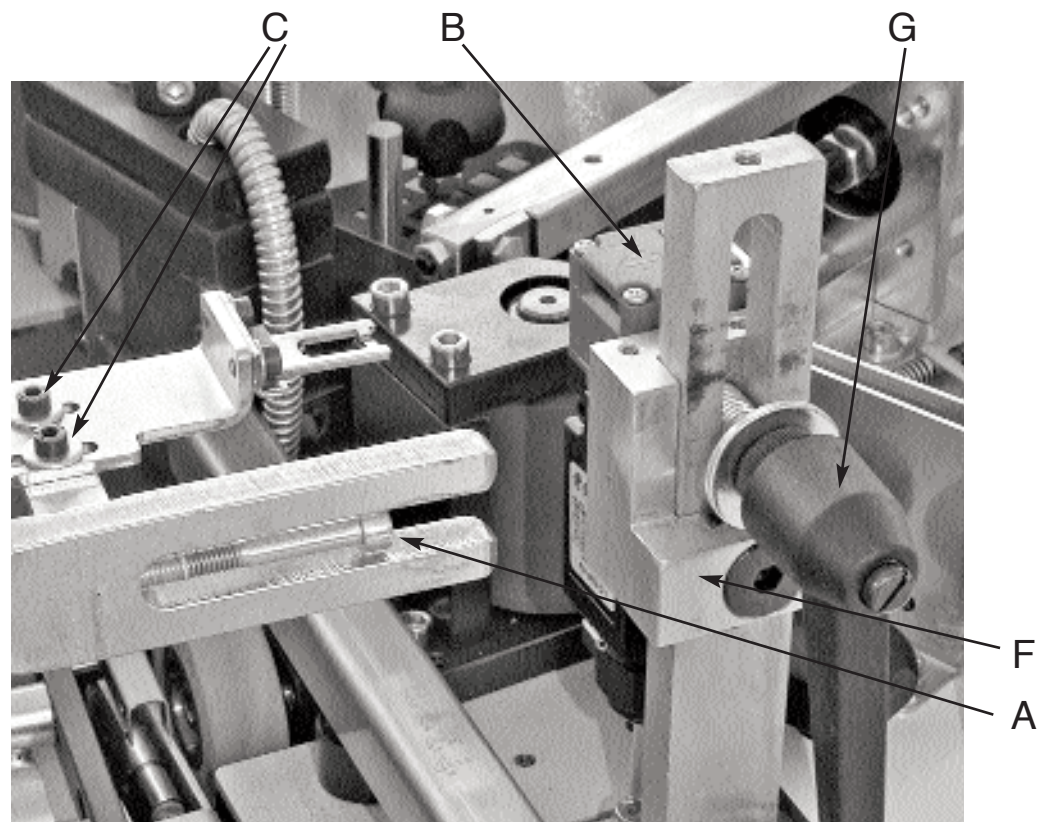

fig. 3.11.3
a) la vite A fig. 3.11.3 regola l'apertura del trascinatore e quindi la spinta laterale che consente l'incollaggio. Non si deve tuttavia esagerare nella spinta per non mettere inutilmente tutto il sistema sotto sforzo. La regolazione effettuata in fase di collaudo è, in genere, ottimale per un pannello di dimensioni ed un bordo comuni.
b) Ogni qualvolta viene aperto il trascinatore lo speciale contatto elettrico B fig. 3.11.3 arresta istantaneamente tutte le funzioni della macchina tranne la vasca a colla. L'apertura del trascinatore provoca la medesima situazione ottenuta con l'azionamento dell'interruttore 5 fig. 3.1.1 di emergenza. Per riavviare la macchina effettuare la procedura di avviamento.
c) Un sistema di scorrimento frizionato F fig. 3.11.3 mantiene il blocchetto C fig. 3.11.3 in posizione quando viene aperto il trascinatore, in questo modo alla chiusura lo speciale contatto elettrico si inserirà nell'alloggiamento consentendo l'avviamento della macchina.
Per esigenze particolari (Es. bordatura materiali delicati) è possibile RIDURRE la pressione laterale (incollaggio) registrando la vite A fig. 3.11.3 che opera come battuta di arresto del trascinatore.
Di conseguenza è necessario riposizionare la chiave dello speciale contatto elettrico B fig. 3.11.3 utilizzando le due viti di fissaggio C fig. 3.11.3.
The unlocking system shown in Fig. 3.11.3 has various functions:
a) Screw A fig. 3.11.3 adjusts the belt feeder opening and therefore sideways pushing movement which allows proper glueing. Sideway pushing movement must not be excessive otherwise all the units get under stress. The side pushing is normally set by the manufacturer in machine test procedures.
b) Each time the belt feeder is opened the special electrical contact B Fig. 3.11.3 immediately stops all machine functions but not the glue pot. The opening of the belt feeder gives the same situation as obtained when using the emergency switch 5 fig. 3.1.1. To reset the machine carry out switch on procedure. The parts which make up this important safety precaution system must never be tampered.
c) A sliding friction system F Fig. 3.11.3 keeps the aluminum block in position when the belt feeder is opened, therefore, when the belt feeder is closed the special electrical contact will place itself properly allowing the start up of the machine.
For any particular needs (i.e.: edging of delicate material), it is possible to REDUCE the side pressure by adjusting the screw A fig. 3.11.3 which acts as a stop on the feeding unit.
Consequently it is necessary to re-position the special electrical contact B fig. 3.11.3 by using the screws on the slots C fig. 3.11.3.
Le système de déblocage indiqué sur la fig. 3.11.3 a plusieurs fonctions:
b) A chaque fois qu'on ouvre l'entraîneur, le contact électrique B fig. 3.11.3 arrête instantanément toutes les fonctions de la machine. L'ouverture de l'entraîneur provoque la même situation obtenue par l'actionnement de l'interrupteur 1 fig. 3.1.1 d'urgence. Pour remettre en marche la machine, procéder comme décrit pour le démarrage.
Selon des exigences spéciales (ex/ placage de matériaux fragiles) il est possible de réduire la pression latérale (encollage) en réglant la vis A fig 3.11.3 qui sert de butée d'arrêt de l'entraîneur.
Par conséquent il faut repositionner le contact électrique spécial B fig. 3.11.3 en utilisant les trous de la plaque de fixation C fig. 3.11.3.